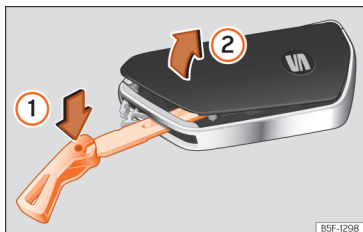

Рис. 71 Ключ автомобіля: відкривання відсіку для батарейки.
- Витягніть борідку ключа автомобіля >>> **рис. 71**
- Вставте борідку в паз >>> **рис. 71** і натисніть у напрямку стрілки ①, щоб відкрити кришку ②.